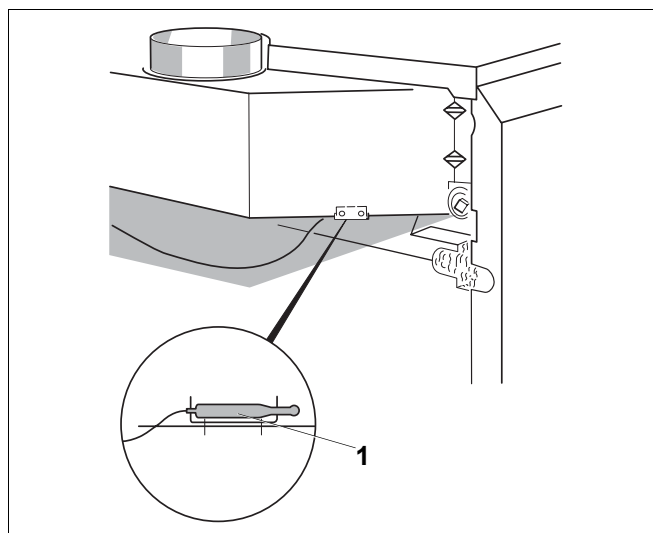

Рис. 36 Датчик температуры дымовых газов, система контроля дымовых газов AW 50 на Logano G334 WS
- Отверните крепление датчика температуры дымовых газов (рис. 36, **поз. 1**) в прерывателе тяги.
- При работающей горелке удерживайте наконечник датчика температуры (рис. 36, **поз. 1**) в середине потока дымовых газов.
- Установите датчик температуры дымовых газов (рис. 36, **поз. 1**) на место.